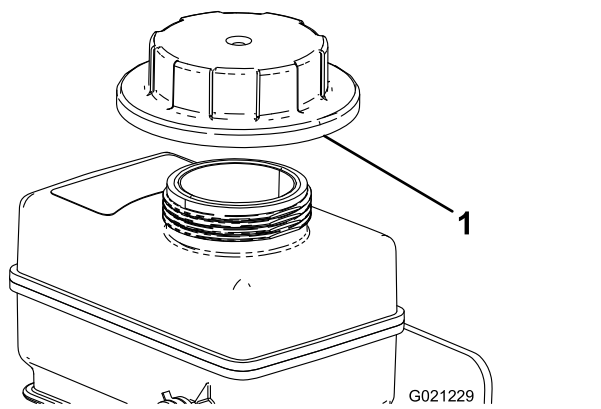

Figura 76
8. Llene lentamente el depósito auxiliar de refrigerante hasta que el nivel llegue al borde inferior del cuello de llenado (Figura 76).
9. Coloque el tapón en el depósito auxiliar de refrigerante (Figura 76).